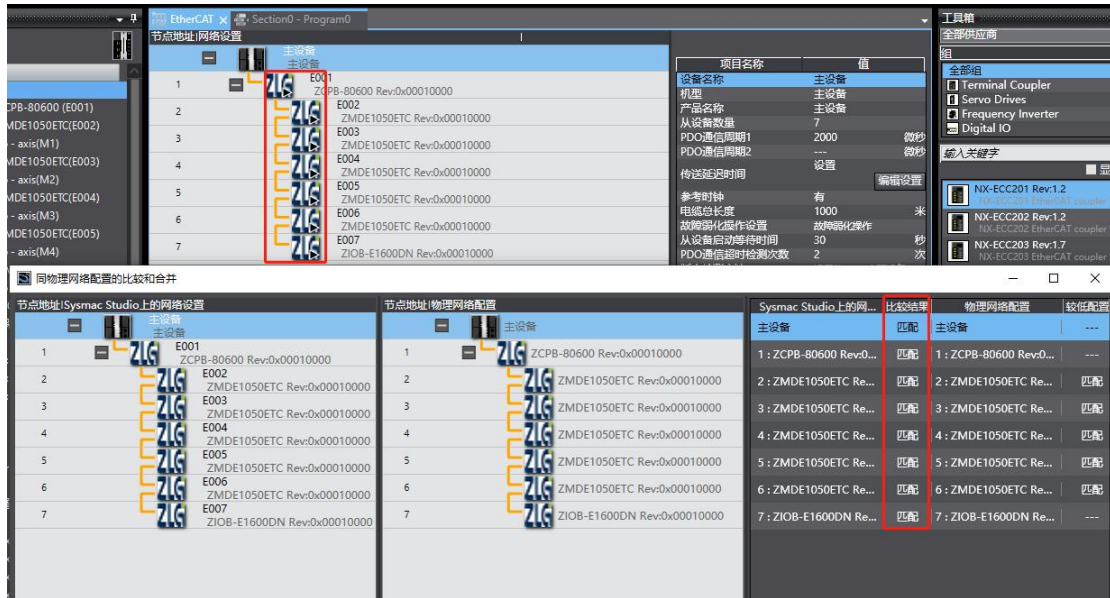

图 4.12 从站通讯正常界面
(2) 使用 Sysmac Studio 软件打开提供的工程 MotionControl.smc2。进行 EtherCAT 通信测试,保证所有从站都能进入 OP 状态,具体步骤则参考 4.1 章节内容。若通信正常,则 EtherCAT 配置界面从站图标中显示运行箭头,打开“同物理网络配置比较与合并”界面的比较结果都为匹配,如图 4.12 所示。